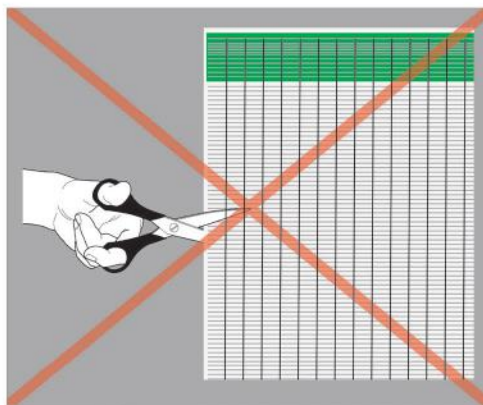

Рис. 4
5.4.9. Раскатайте рулон нагревательного полотна поверх теплоизоляционного материала и разрежьте на полосы нужного вам размера (см. рис. 4 и 5). Полосы должны располагаться контактами к стене, на которой позже будет установлен терморегулятор, чтобы уменьшить длину провода при соединении полос теплого пола с терморегулятором. Нагревательные полотна укладываются таким образом, чтобы контакты соседних полос не соприкасались.